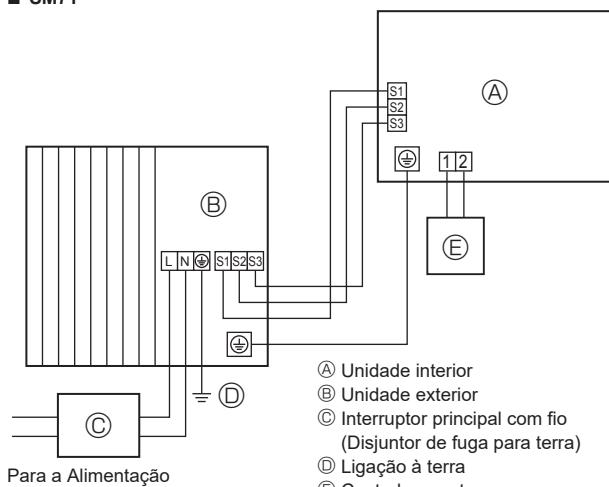

Fig. 6-1
6.1. Unidade exterior (Fig. 6-1, Fig. 6-2, Fig. 6-3)
- ① Retire o painel de serviço.
- ② Ligue os cabos referentes à Fig. 6-1, Fig. 6-2 e Fig. 6-3.